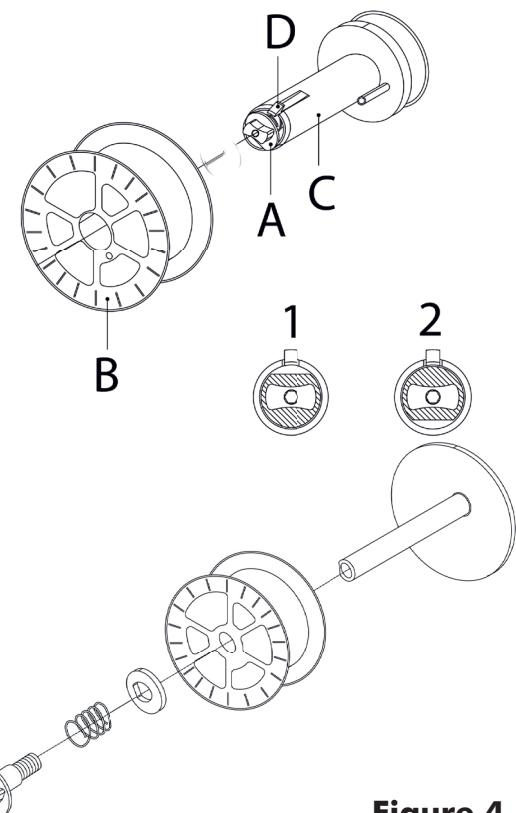

Figure 4
- Ouvrir le panneau latéral du logement de la bobine. Dévisser l'écrou (A) de l'arbre en tournant de 180° (position 1) (tambour du frein). Durant le changement de bobine, extraire le rochet vide en appuyant sur le téton à déclique (D). (Fig.4)
- Enlever l'enveloppe de la bobine et la placer sur l'arbre. Revisser l'écrou (A) le tournant 180° (position 2).